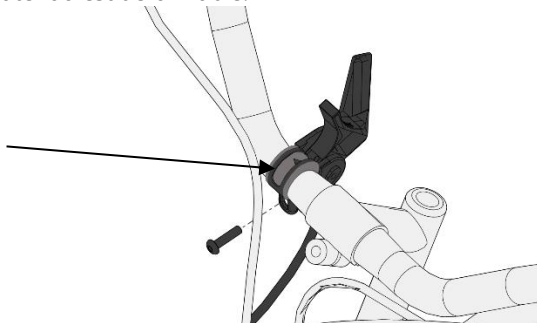

Figure 44 – Positionnement de la manette de blocage du pendulaire
- Positionnez le morceau de caoutchouc présent dans le sachet de la notice tout autour du collier de serrage de la manette, à l'intérieur de celui-ci (Cf. figure 44) ;